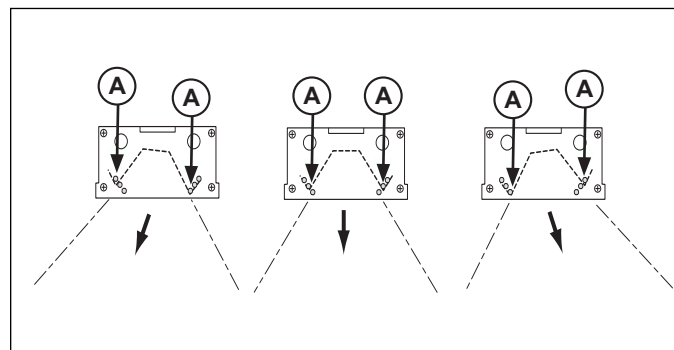

Figura 10. Posiciones del reflector.
3. Retire los tornillos pequeños (A) de los orificios situados en las placas de alineamiento extremas. Hay un tornillo en cada lado de la placa extrema que afianza el reflector. Consulte la Figura 10.